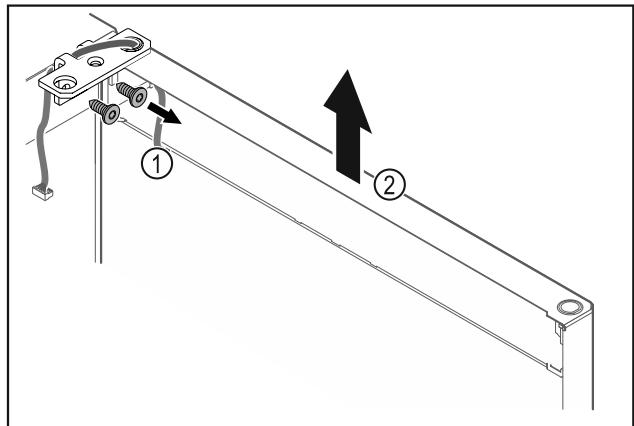

Fig. 25
- Odvrnite kutne šarke Fig. 25 (1).
► Dignite vrata s kutnim šarkama Fig. 25 (2) cca 200 mm ravno prema gore i skinite ih.